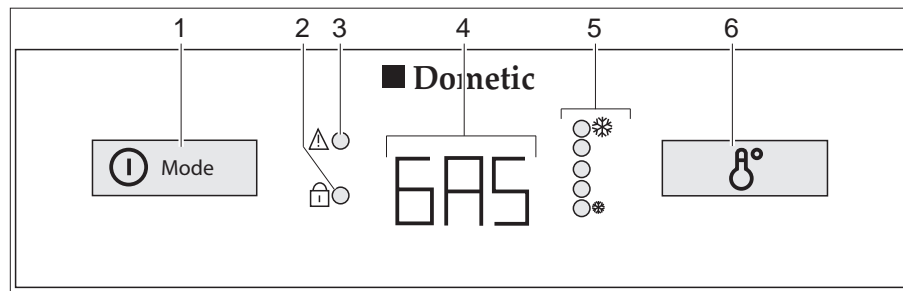

Bild 227 Reglage, knappar för kylskåpet (Dometic 8-serie med AES)
Vid störningar blinkar LED-indikatorn störning "⚠" (Bild 227,3).
Om 230 V-försörjningen **inte** är ansluten och fordonets motor är **avstängd**, väljer AES driftläget gasdrift. När gasdriften väljs öppnas tändsäkringen automatiskt så att gas kan strömma till brännaren. Samtidigt tillkopplas den elektroniska tändaren. Om gaslågan skulle slockna, t. ex. på grund av att det blåser, aktiveras tändaren direkt igen och tänder gasen. Vid störning i gasdriften blinkar texten "GAS" i driftindikeringen (Bild 227,4).
När kylskåpet sätts på väljs automatiskt en termostatinställning i mittläge. Denna inställning kan ändras manuellt med brytaren för temperaturinställning (Bild 227,6). LED-indikatorerna (Bild 227,5) visar den valda termostatinställningen. Med hjälp av denna knapp ställs kyltemperaturen in för alla tre energikällorna. Det tar alltid några timmar innan man har en normal drifttemperatur i kylskåpet. Om en omkoppling sker till en annan energikälla förändras termostatinställningen inte. Kyltemperaturen bibehålls oberoende av den valda energikällan.
- Tryck på strömbrytaren/energiväljaren (Bild 227,1) i två sekunder för att starta apparaten. Det senast valda driftläget visas i driftindikeringen (Bild 227,4).
- Välj energikälla med strömbrytaren/energiväljaren (Bild 227,1).
- Ställ in kyltemperaturen på väljaren för temperaturinställning (Bild 227,6). LED-indikatorerna (Bild 227,5) visar den valda termostatinställningen.
- Tryck på strömbrytaren/energiväljaren (Bild 227,1) i två sekunder. Alla indikeringarna slocknar.